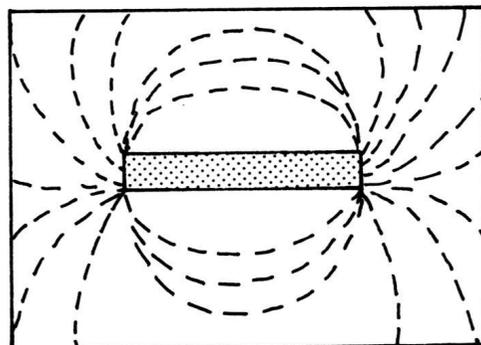

Abb. 11
*Die Eisenteilchen werden in der Umgebung des Magneten angezogen und ordnen sich auf ganz bestimmten Linien, die immer von Pol zu Pol verlaufen (Abb. 11). Sie heißen magnetische Kraftlinien und sind in einem bestimmten Raum um den Magneten wirksam, also auch unter und über dem Papier. Das erkennst du daran, daß sich die Eisenteilchen an den Polen bartähnlich aufstellen. Diesen Raum, der von der magnetischen Kraft erfüllt ist, nennt man **m a g n e t i s c h e s K r a f t f e l d** oder kurz **m a g n e t i s c h e s F e l d**.*